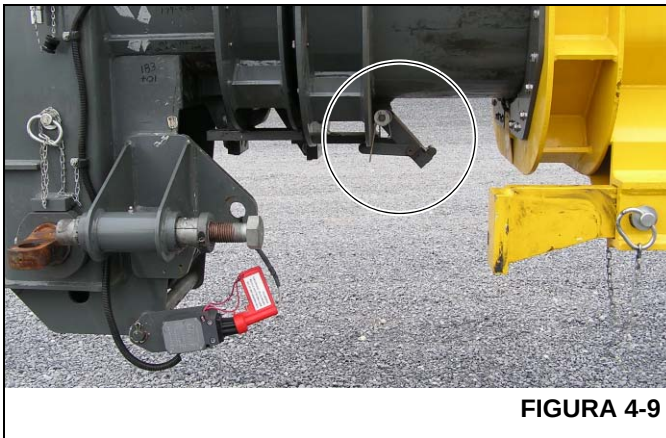

FIGURA 4-9
15. Puxe para baixo a alça para desengatar o calço de parada da extensão da lança acionado por mola (Figura 4-9). Coloque a extremidade da alça na placa de retenção. Retraia completamente a lança.